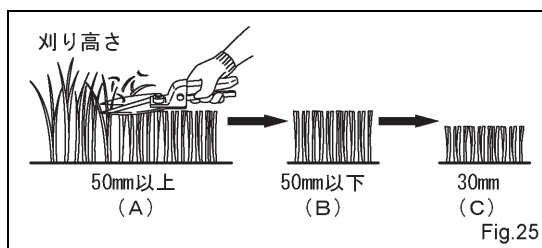

Fig.25
- (4) 50mm以上長く伸びた芝(A)を刈る場合は、あらかじめ刈払機、芝生バサミ、鎌等の道具を用いて50mm以下になるように下刈り(B)を行なってください。次に本機の最大刈り込み高さ30mmで刈り込んだ後(C)に希望の高さで刈り込んでください。(Fig.25)